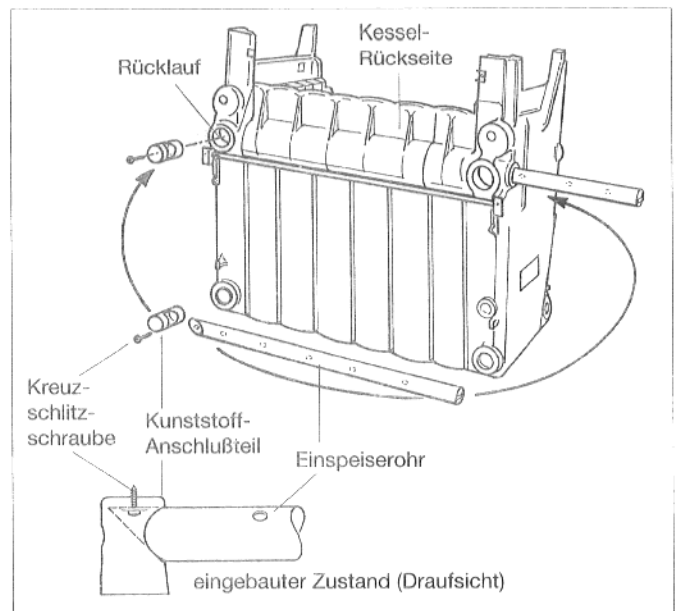

Abb. 9
- Kunststoff-Anschlußteil in den Rücklauf einsetzen (Abb. 9).
- Einspeiserohr in die Nabe einschieben (Abb. 9).
- Kreuzschlitzschraube (B 4,8 x 22) eindrehen (Abb. 9 und 10).